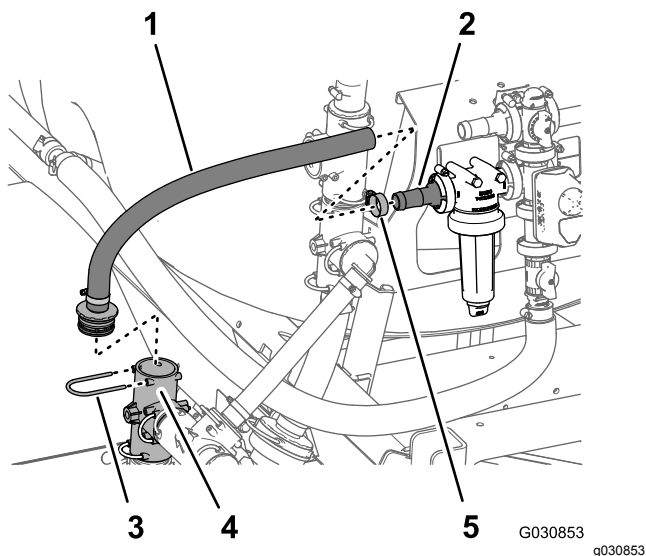

図 104
1. バープ付きストレートフィッティングに接続した給液ホース 1 x 59cm の先端部のハブを、液剤散布ポンプの出口ポートにある T 字フィッティング 図 104 に取り付ける ステップ 3 攪拌バルブ、ボール
2. 給液ホース1 x 59cmの反対側の先端部を、フィルタヘッドのバープ付きストレートフィッティングに取り付ける 図 104。